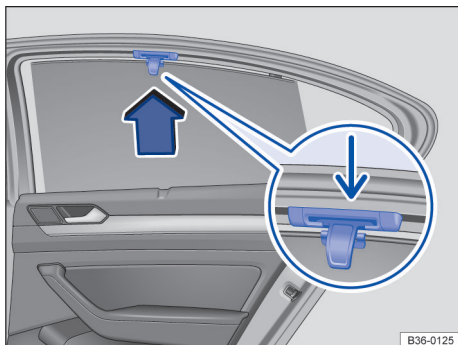

Fig. 116 No vidro traseiro direito: cortina de proteção solar.
- Puxar a cortina de proteção solar pela alça frontal (lupa) no sentido da seta, totalmente para cima → Fig. 116.
- Prender a barra retentora com ambas as olhais nos respectivos suportes. Verificar se a cortina de proteção solar estendida está encaixada seguramente em no suporte → Fig. 116 (seta menor).
- Para desenrolar, desprender a cortina de proteção solar em cima e, com as mãos, conduzir para baixo → ①.